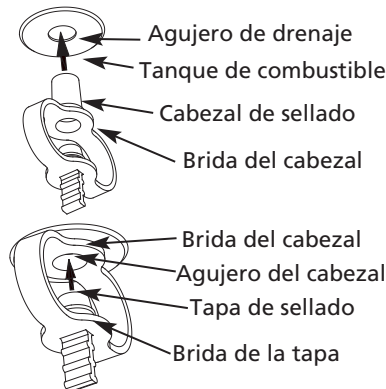

Figura 9 – Reinstalación del Tapón de Drenaje
- Inserte totalmente el cabezal de sellado del tapón en el agujero de drenaje en forma que la brida del tapón esté al ras con el fondo o parte inferior del tanque. Consulte la Figura 9.
- Inserte totalmente la tapa de sellado en el agujero del cabezal de manera que la brida de la tapa esté al ras con la brida del cabezal. Consulte la Figura 9.